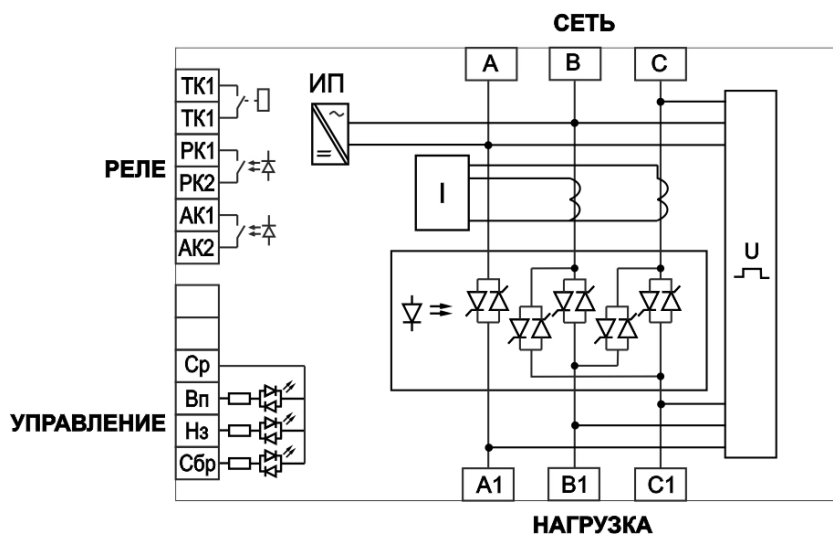

Рисунок 2 – Функциональная схема
1.5.4 Функциональная схема пускателя приведена на **рис. 2**.